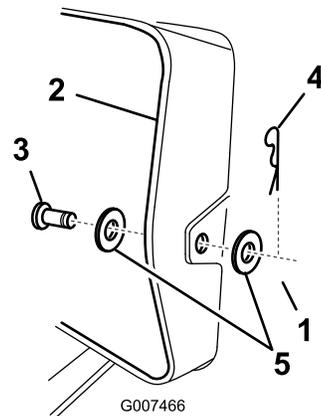

Bild 16
7. Heben Sie das Heckfangsystem an, entfernen Sie den Splint, die zwei Scheiben und den Lastösenbolzen, mit denen das Auswurfrohr an der hinteren Platte befestigt ist (Bild 16).
7. Heben Sie das Heckfangsystem an und entfernen Sie den Splint und den Lastösenbolzen, mit denen das Auswurfrohr an der hinteren Platte befestigt ist (Bild 16).
13. Heben Sie das Heckfangsystem an und setzen Sie den Splint und den Lastösenbolzen ein, um das Auswurfrohr an der hinteren Platte zu befestigen (Bild 16).